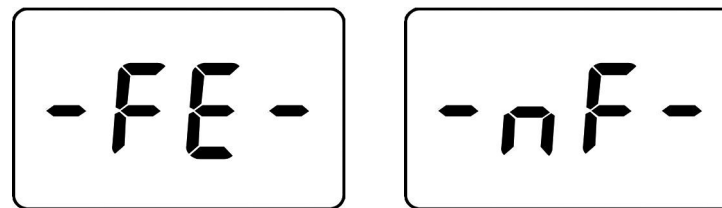

图 2.2
6. CM10FN 开机界面如图 2.2，若仪器最后使用的是磁性测量方式，仪器再次开机画面见左下图，若仪器最后使用的是涡流测量方式，仪器再次开机画面见右下图。